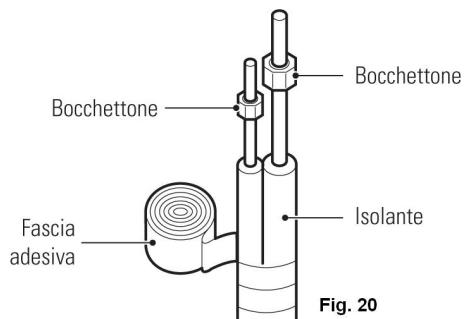

Fig. 20
- Prima di eseguire le operazioni di cartellatura del tubo è indispensabile isolarlo e poi inserire i bocchettoni sul tubo (fig.20).
- Usare un tubo isolante in materiale plastico espanso a cellule chiuse impermeabile al vapore acqueo e dello spessore non inferiore a 9 mm (fig.20).